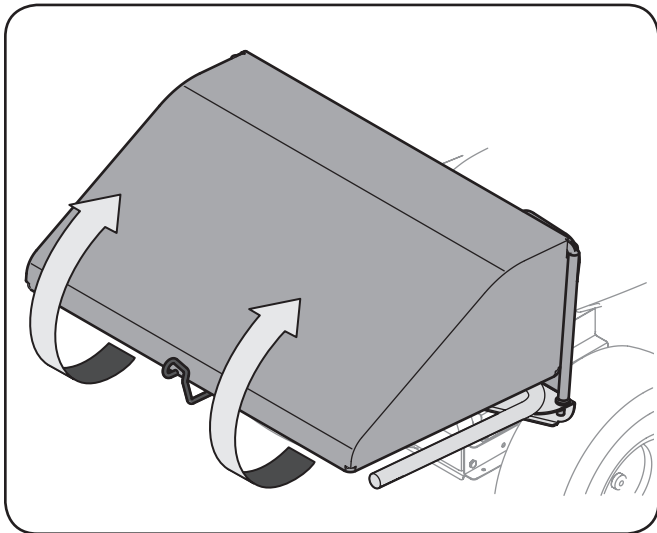

Figura 1
1. Abra la cubierta de la bolsa colectoras de césped levantando la parte trasera inferior de la cubierta y girándola hacia arriba. Consulte la Figura 1. No es necesario quitar el canal de descarga a fin de vaciar las bolsas colectoras de césped.